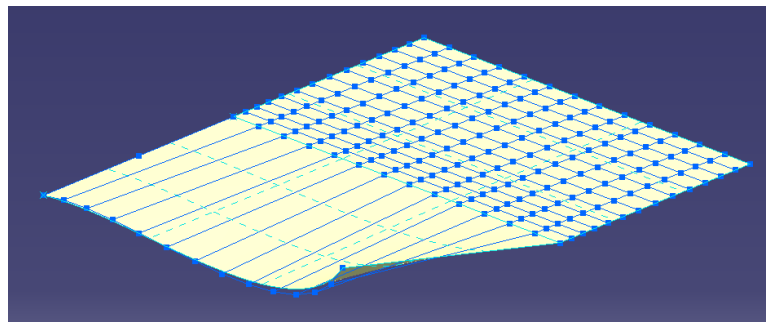

Figura 3.6 Superficie generada obtiene el orden de la guía 1= 14 x 14.
- La superficie resultante adopta el máximo orden entre las guías escogidas 1 y 3 en la dirección longitudinal a la superficie con la que se quiere la continuidad, como se ve en la siguiente *Figura 3.6*: